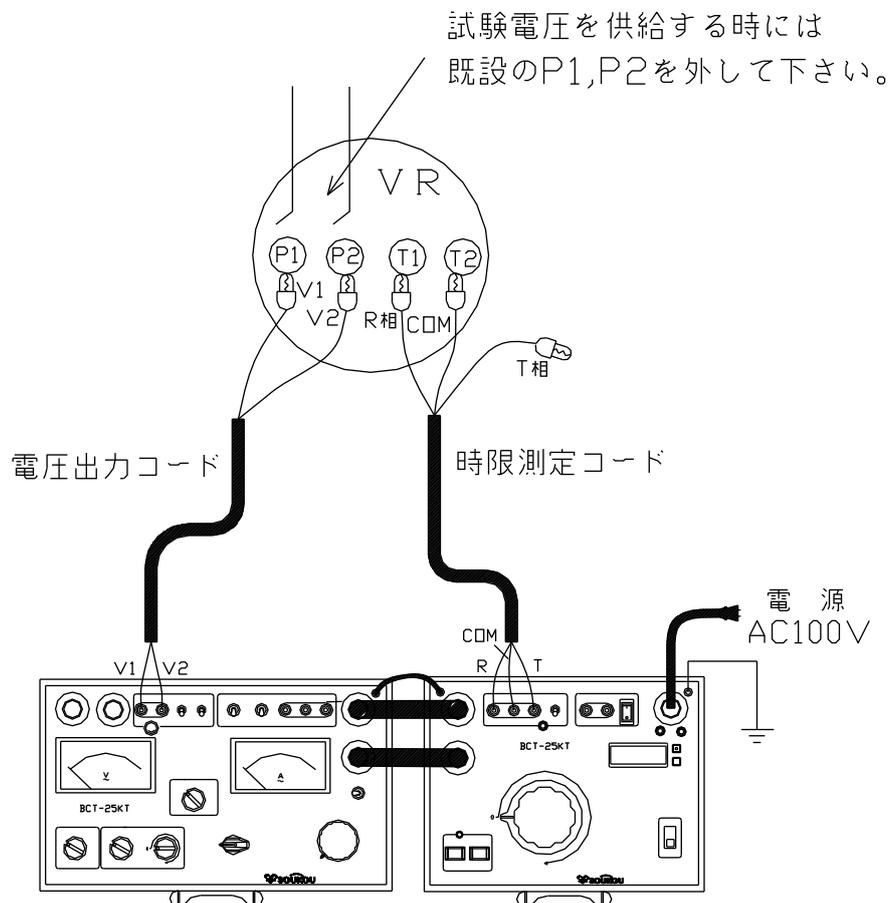

図19: 試験回路図(停電状態)
4. 以上のような点を注意し、試験回路を構成します。(図19)